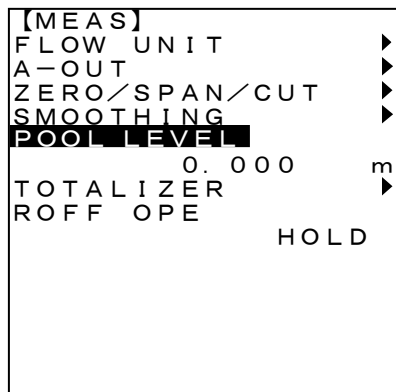

図 4-7-3
1. <8/↑><2/↓>キーで” POOL LEVEL ” にカーソルを移動させます。(図4-7-3)